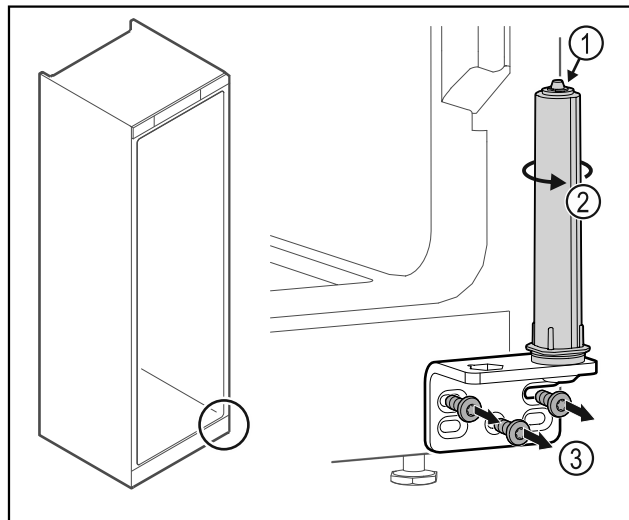

Fig. 21
▶ Türschließsystem nicht zerlegen Fig. 21 (1).
- ▶ Schließsystem Fig. 21 (2) drehen, bis es klickt.
- ▶ Scharnierwinkel Fig. 21 (3) abschrauben.